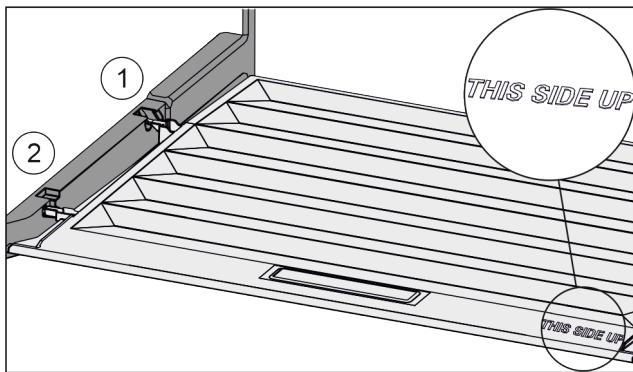

Fig. 103
- Вставити поперечні ребра через отвір заднього тримача Fig. 103 (1) і зафіксувати спереду у тримачі Fig. 103 (2).